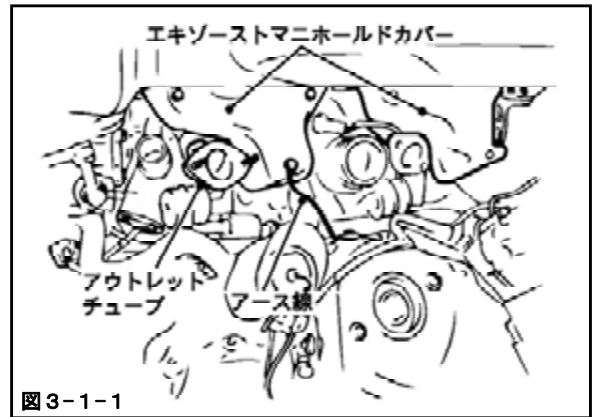

図3-1-1
(図3-1-1)
- (1) ガasket チャンバパイプを使用して、アウトレットチューブをフロントのターボチャージャAssyに取付けてください。(図3-1-1)(P5×1)